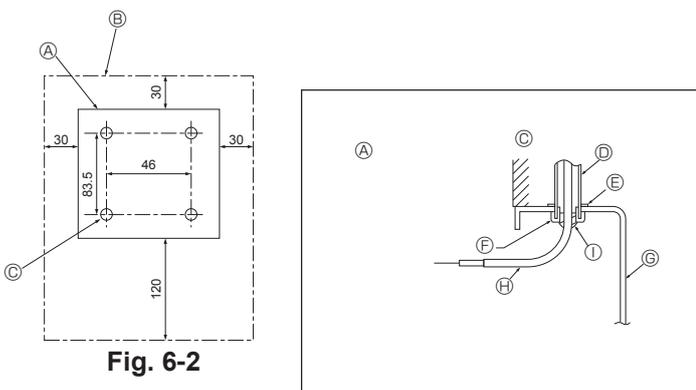

Fig. 6-2
(1) Seleccione uma posição de instalação do controlo remoto. (Fig. 6-2)
##### [Fig.6-2]